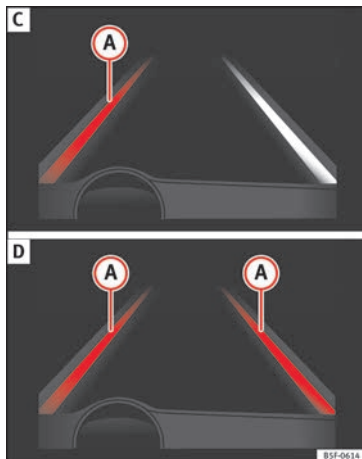

Fig. 190 Sur l'écran du combiné d'instruments : indication sur l'écran de l'assistant de maintien de voie (exemple 2).
- Le système est en cours d'utilisation, la ligne en surbrillance **A** indique qu'il y avait un risque de dépasser la ligne de la voie involontairement et qu'il agit sur la direction pour corriger la trajectoire » **fig. 190 C.**
- Les deux lignes en surbrillance **A** s'allument en même temps quand nous reconnaissons les deux lignes de la voie et que nous avons activé la fonction de guidage au centre de la voie » **fig. 190 D.**